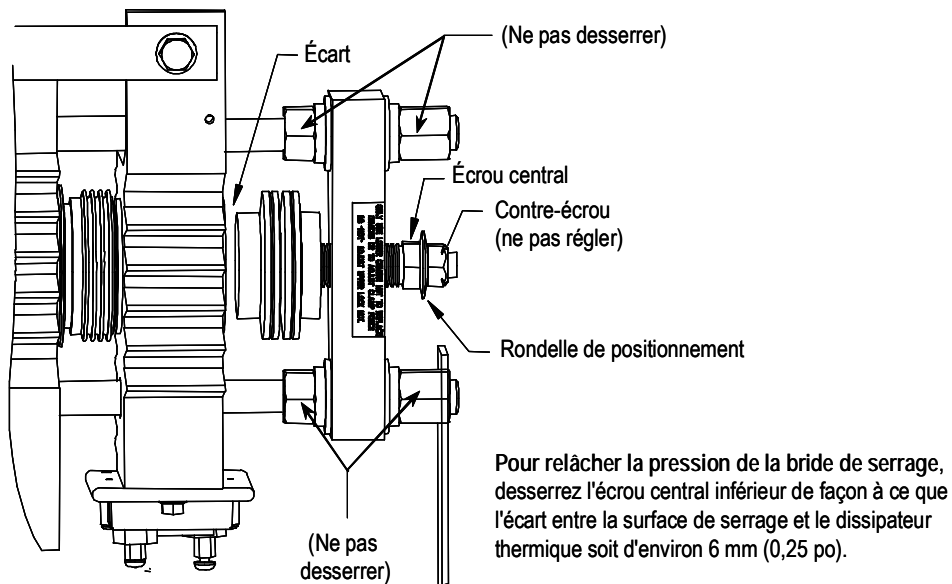

Figure 9.6 – Bride de serrage du dissipateur thermique
Important : NE PAS desserrer les écrous des tiges de fibre de chaque côté des barres de serrage. Elles doivent demeurer en place car elles servent à préserver la perpendicularité. Se reporter aux figures 9.6, 9.9 et 9.15.
2. Desserrer la bride de serrage en tournant l'écrou central sous la rondelle de positionnement située sur le dessus de la bride. Se reporter aux figures 9.6, 9.9 et 9.15.